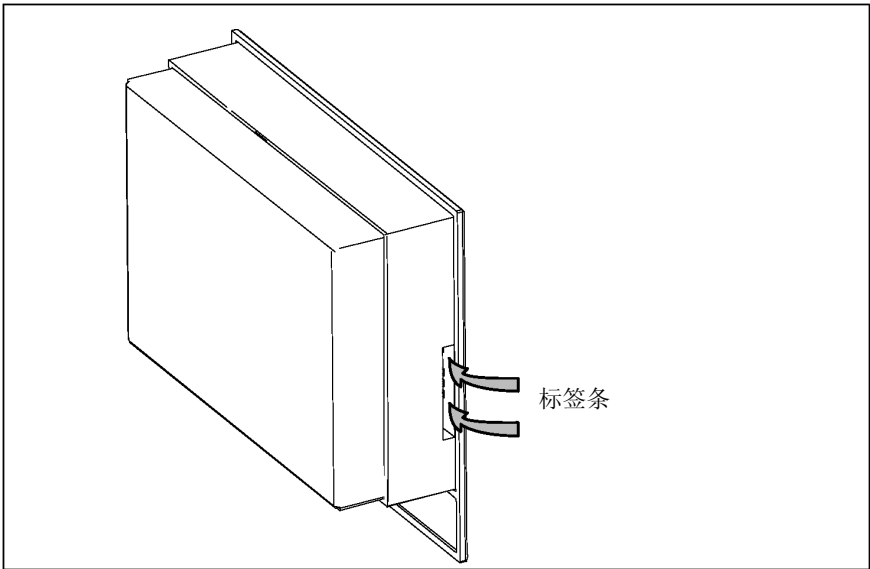

图 2-1 插入标签条
3.	使标签向下，插入前面板中的狭缝中(如果需要的话可以使用镊子)。每个位置都在图 2-1 中使用箭头进行了标记。